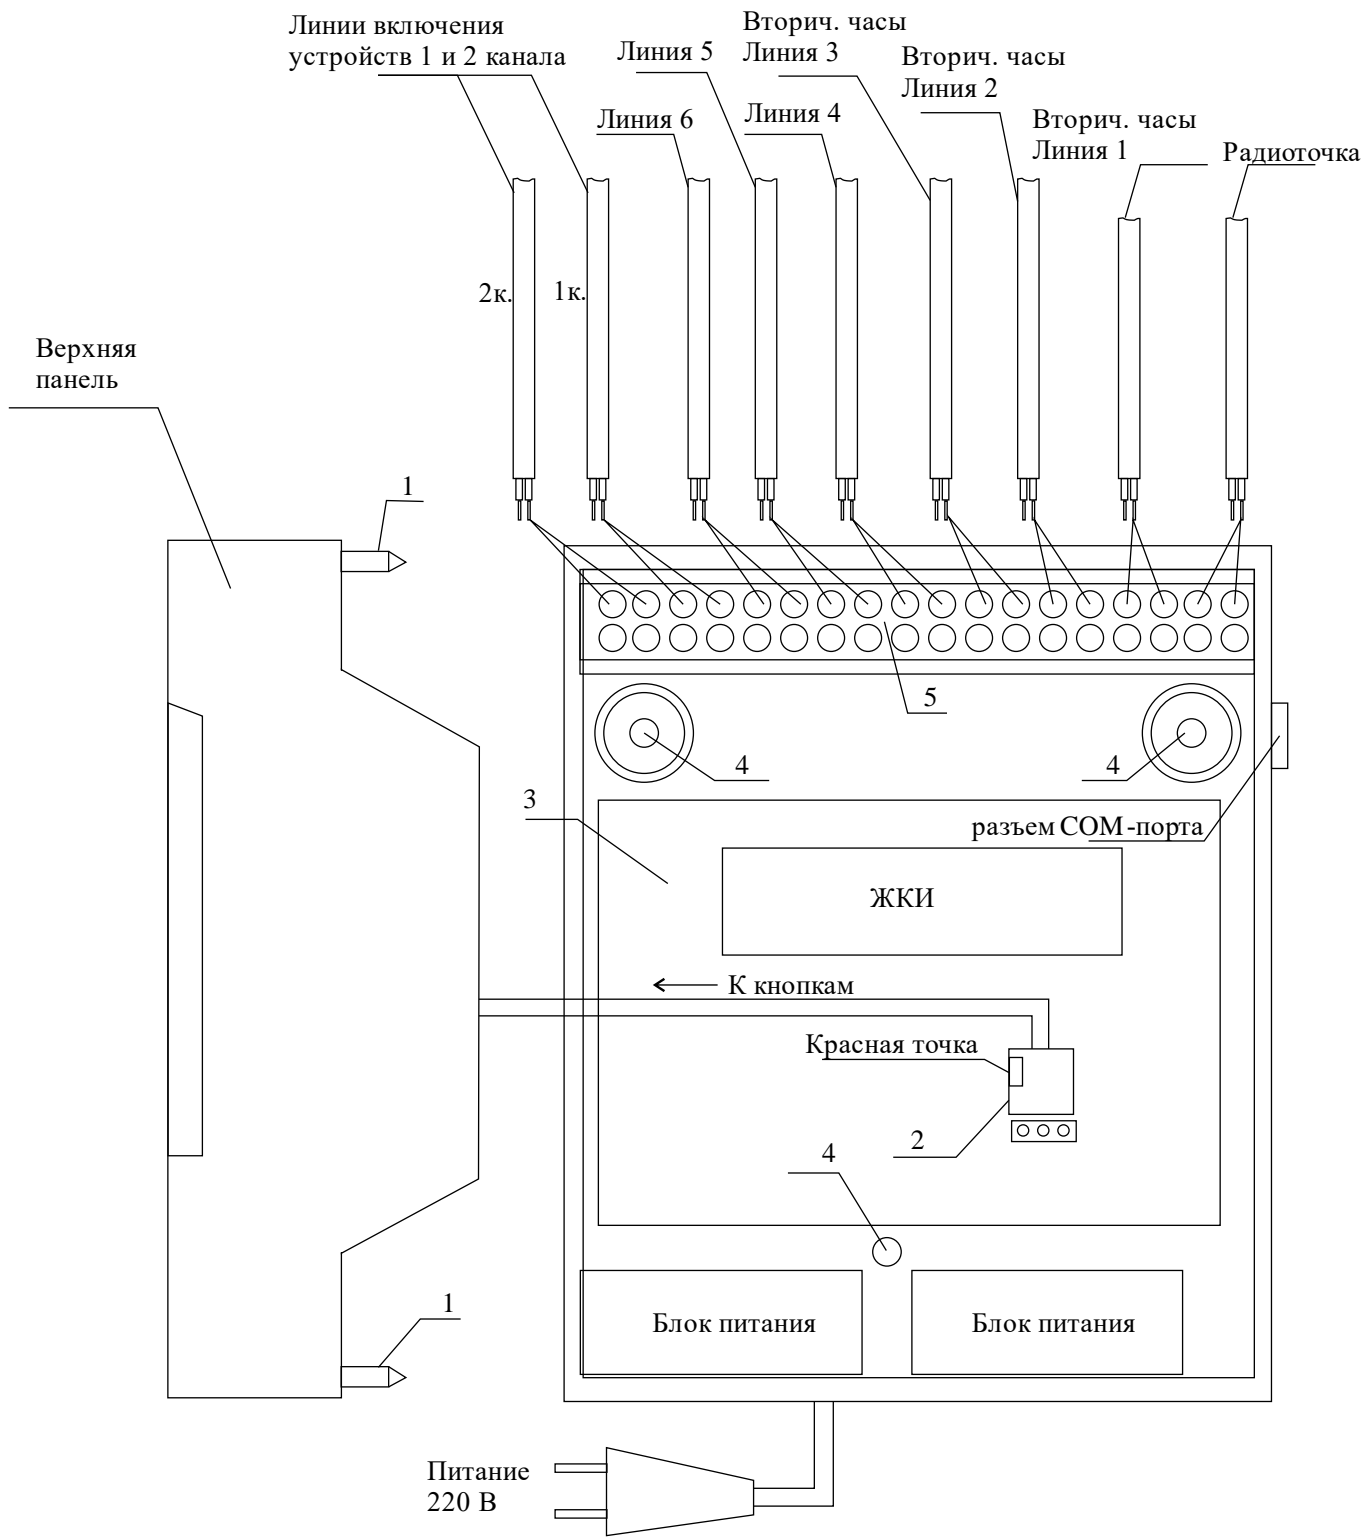
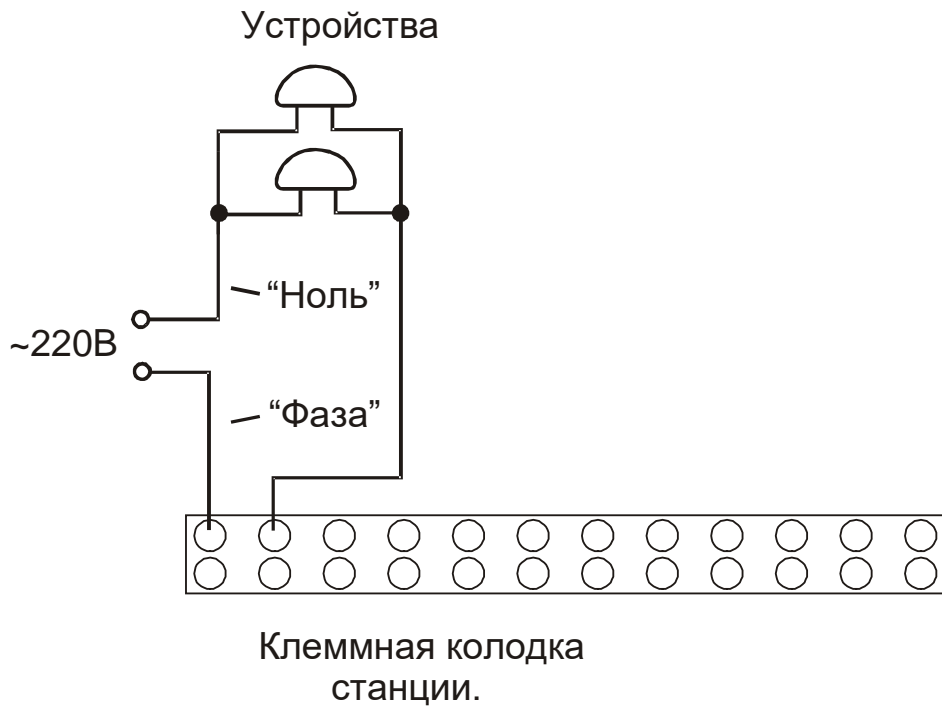

Рис. 1
Рис. 2
Должна быть смонтирована линия включения внешних устройств по схеме рис. 2. В соответствии с рис. 2 питание на внешние устройства должно подаваться извне (не используется электропитание часовой станции). При этом реле часовой станции замыкает (подключает) фазу внешнего электропитания на внешние устройства в соответствии с установленной программой.
4.1 Выверните четыре винта 1, расположенных на верхней панели ЧС (см. Рис.1). Осторожно снимите верхнюю панель и отсоедините разъем 2, соединяющий кнопки с печатной платой 3.
- линии вторичных часов №№ 1, 2, 3, 4, 5 и 6, а также линию радиотрансляции в соответствии со схемой рис.1;
- линию включения внешних устройств в соответствии со схемой рис. 1 и 2; на рис. 2 показана схема включения устройств второго канала, для первого канала схема аналогична, клеммы первого канала находятся правее второго как показано на рис. 1.